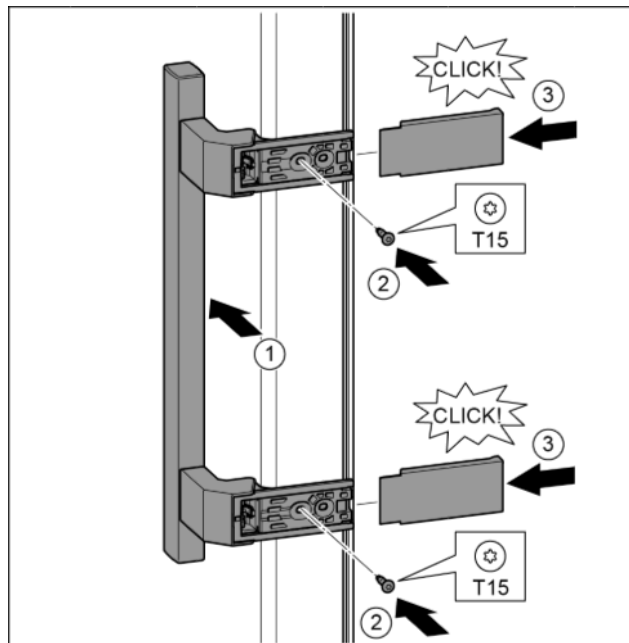

Fig. 15
- ▶ Greep op de tegenzijde aanbrengen. Fig. 15 (1)
- ▶ Schroeven met schroevendraaier T15 vastschroeven. Fig. 15 (2)
- ▶ Afdekkingen zijdelings aanbrengen en erop schuiven. Fig. 15 (3)